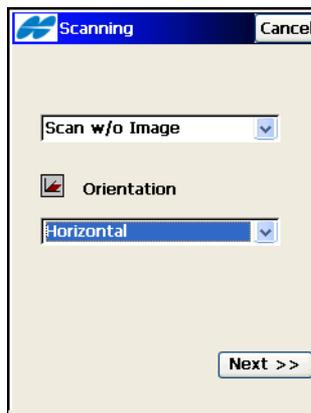

Abbildung 8-68. Orientierungstyp auswählen
1. Legen Sie die Scanorientierung fest und tippen Sie auf **Weiter**, um den Scanbereich im Fenster *Fläche* zu wählen (Abbildung 8-68).